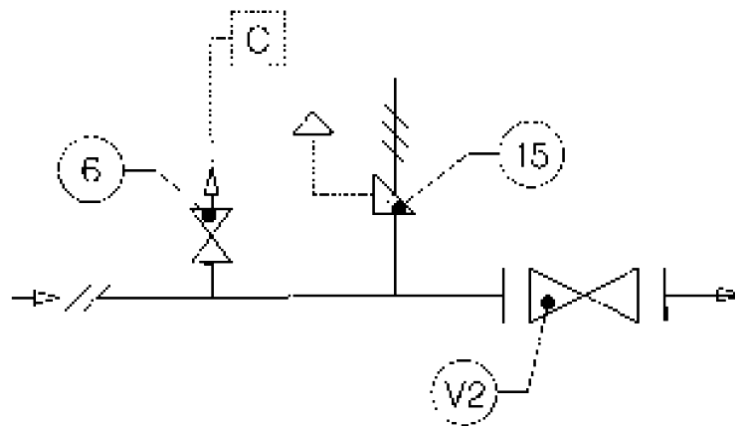

Рис. 4
2.1 УСТАНОВКА НЕПОСРЕДСТВЕННО В ЛИНИИ (РИС. 4)